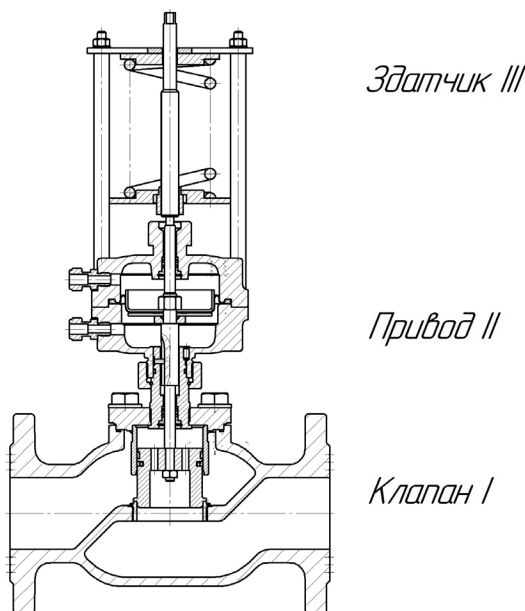

Рисунок 1
2.1 Основные технические данные и характеристики регулятора приведены в таблицах 1, 2, 3 и рис. 1, 2.